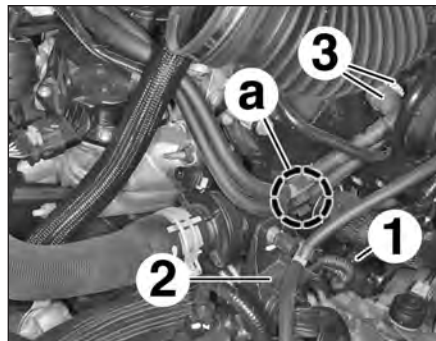

FIG.31
- Dégrafer et écarter les faisceaux électriques (1) attenants au support du faisceau électrique (2) (Fig.31).
- Débrancher les canalisations de carburant (3).
- Dégrafer les canalisations de carburant (3) en (a).